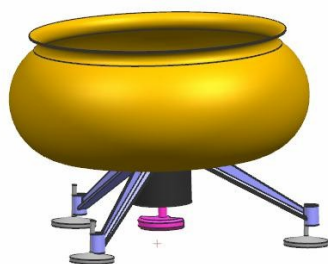

Рис.46
•**Вариант 5:** из директории Films запустите AVI фильм под названием *movie\_rez\_vtulka* (рис.46).